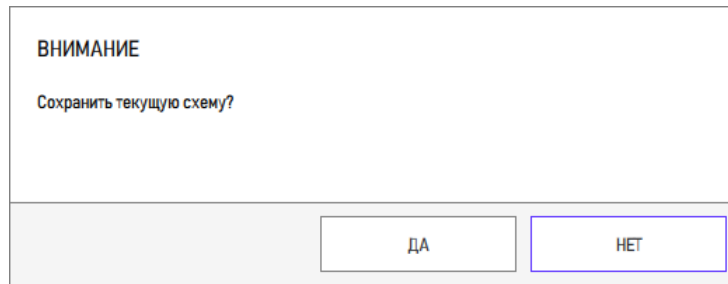

Рисунок 331 – Информационное сообщение о сохранении схемы
2) В открывшемся информационном сообщении нажать кнопку «Да» при необходимости сохранения текущей структурной схемы (рисунок 331).